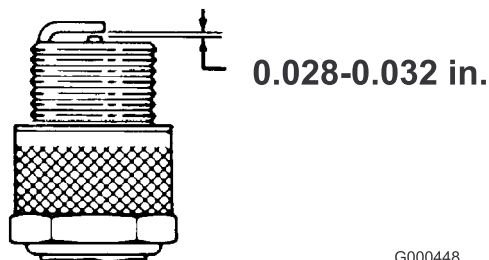

Figura 24
3. Impostate la distanza fra gli elettrodi a 0,07-0,08 cm (Figura 24).